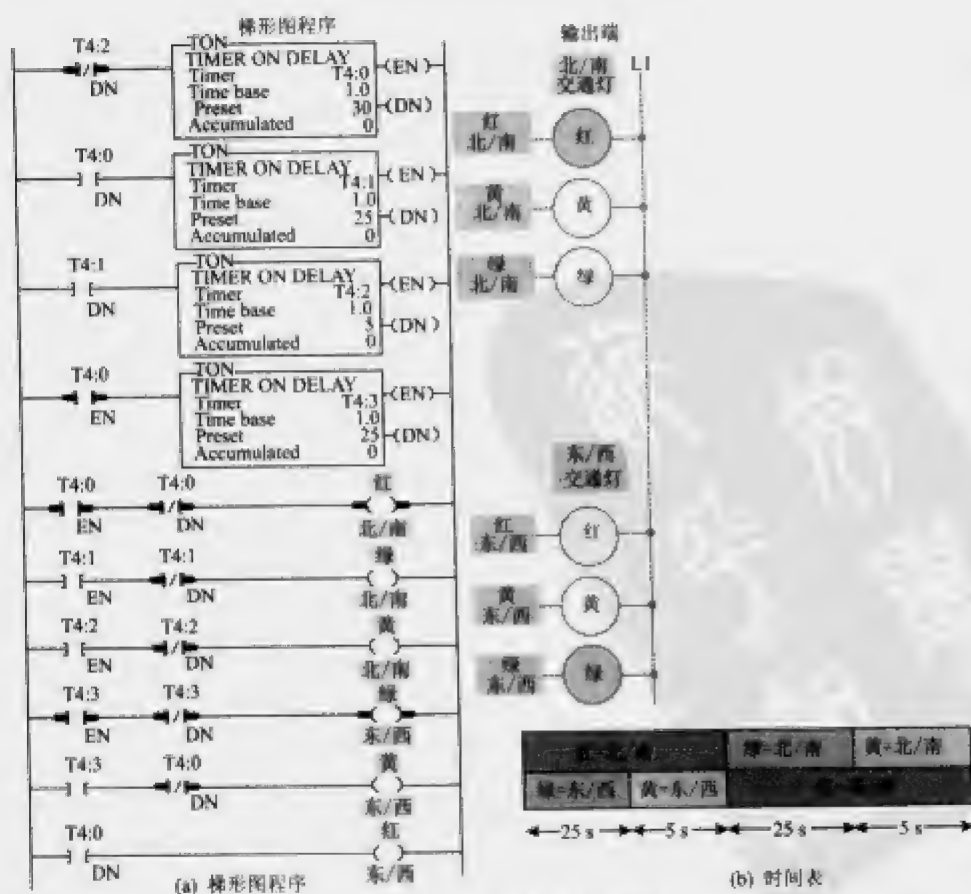

图 7-29 双向交通灯控制
191 此过程将不断重复。图 7-29 显示了将原来的交通灯改进为又增加了三个灯的系统，使之能控制另一个方向的交通。
11. 对图 7-29 的交通控制程序进行修改, 当两个方向都亮红灯时, 有 3s 的延时区间。